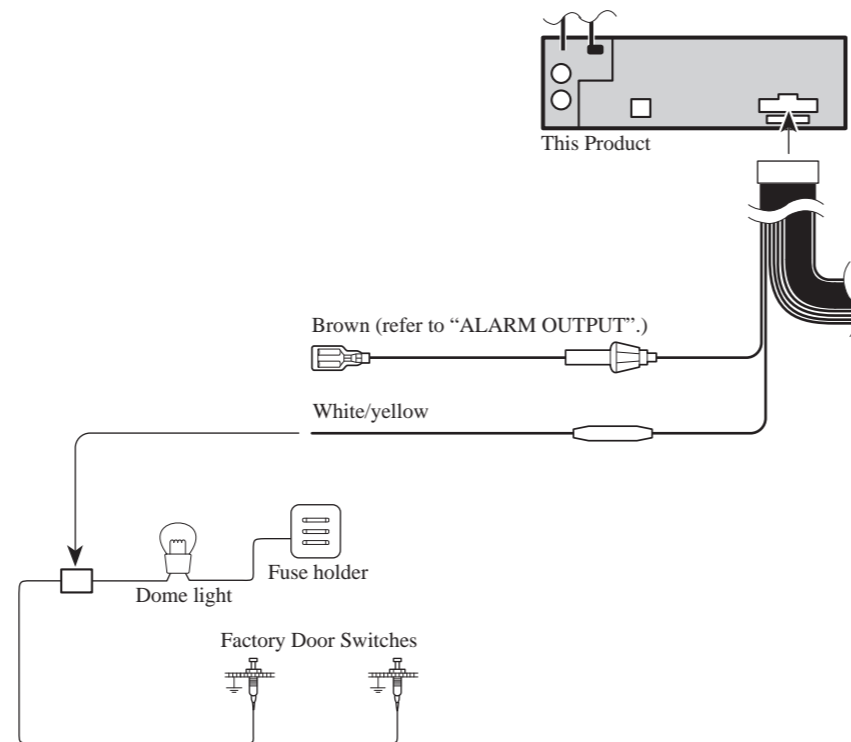

Fig. 3
■ **White/yellow (DOOR SWITCH)** (Fig. 3 & 4)